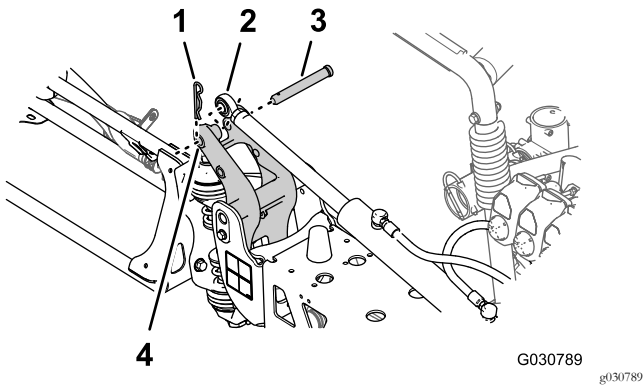

图122
- 将提升油缸的杆头对准枢轴接头角内的 25mm 孔 图 122。
- 使用在 拆卸提升油缸 \(页码 17\) 的步骤 2 中卸下的柱销和发卡销 图122将提升油缸固定到枢轴接头上。